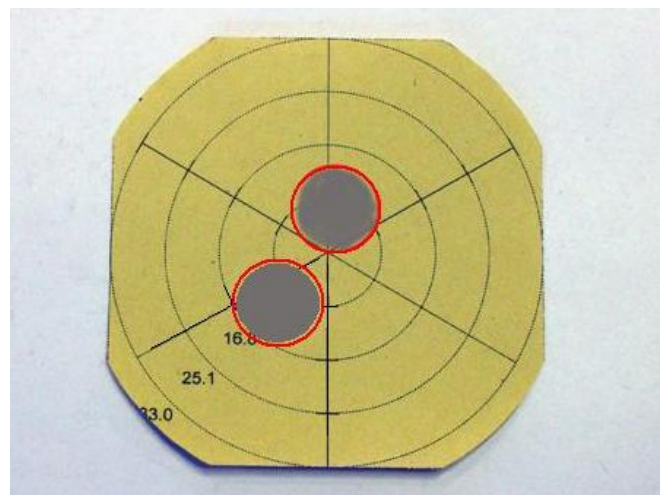

Figure 3
- moins de 3 lobes sont visibles (figure 3)